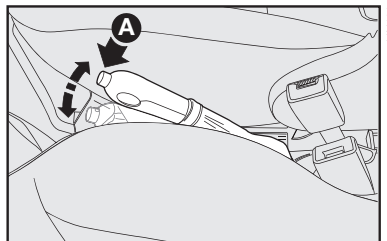

fig. 1
## FRENO DE ESTACIONAMIENTO - fig. 1
- 1) Levante un poco la palanca y presione el botón **A**-fig. 1.